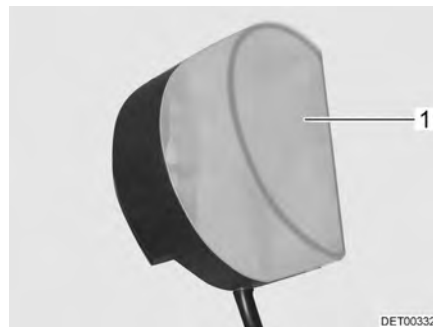

Bild 207 Klädskåpslampa
- Tryck ihop lampkåpan (Bild 207,1) lätt och tag av den.